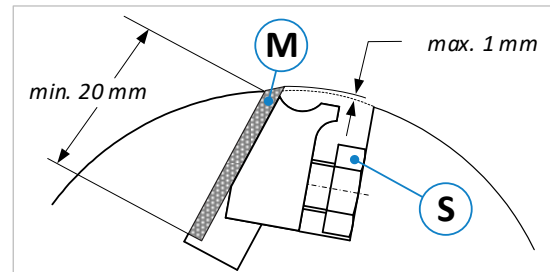

Figure 38 : arbre cannelé
- Les lames de rabot (**M**) ne doivent être réaffûtées que jusqu'à ce qu'une longueur de serrage minimale de 20 mm puisse être respectée avec un dépassement de lame de 1 mm maximum (voir ⇒ Figure 38).
- Voir Figure 38 ci-dessus : avec une clé à fourche étroite 17 mm, débloquez dans l'ordre toutes les vis (**S**) et retirez les lames émoussées (**M**).